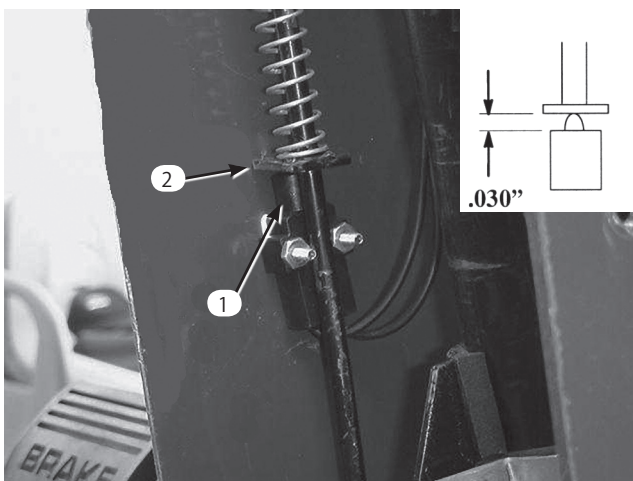

図56
3. カバーを上をスライドさせて駐車ブレーキ・スイッチを露出させる (図56)。
5. 駐車ブレーキのロッドのパドルとスイッチのプランジヤとを整列させる (図56)。
6. ブレーキ・ロッドを押し下げて、プランジャの長さを 0.76 mm とする (図56; 挿入図)。これが、プランジャのハウジングの上端からパドルの表面までの距離となる。